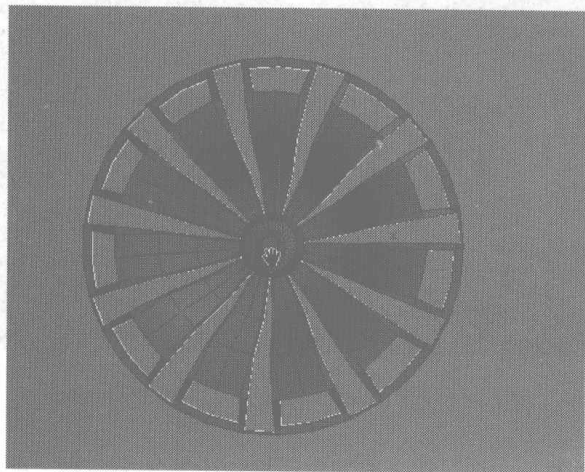
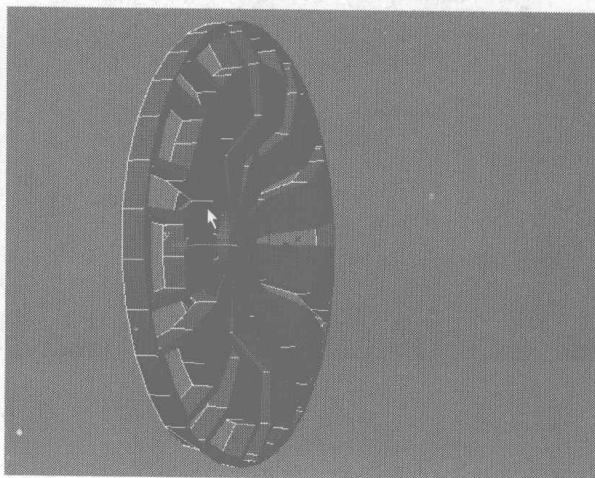

图 7.273
图 7.274
- 32 选择车轮半边的面, 然后沿着 Y 轴向外移动, 增加厚度, 如图 7.273 和图 7.274 所示。